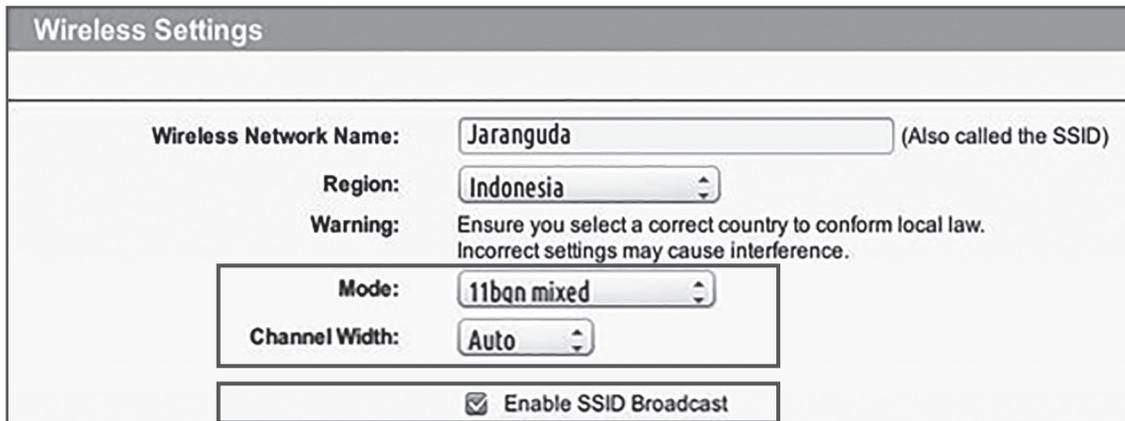

Fig. 1
2. Vergewissern Sie sich, dass der 802.11 WLAN-Modus des Routers b/g/n gemischt ist. (Siehe Abb. 1)
3. Vergewissern Sie sich, dass der Routerkanal/die Bandbreite der WLAN-Einstellung auf Auto oder 20M oder 20M gemischt 40M gestellt ist. (Siehe Abb. 1)
4. Vergewissern Sie sich, dass die Funktion SSID-Broadcast aktivieren des Routers eingeschaltet ist, wenn Sie die Maschine mit der APP verbinden. Und nach der erfolgreichen Verbindung können Sie diese schließen. (Siehe Abb. 1)